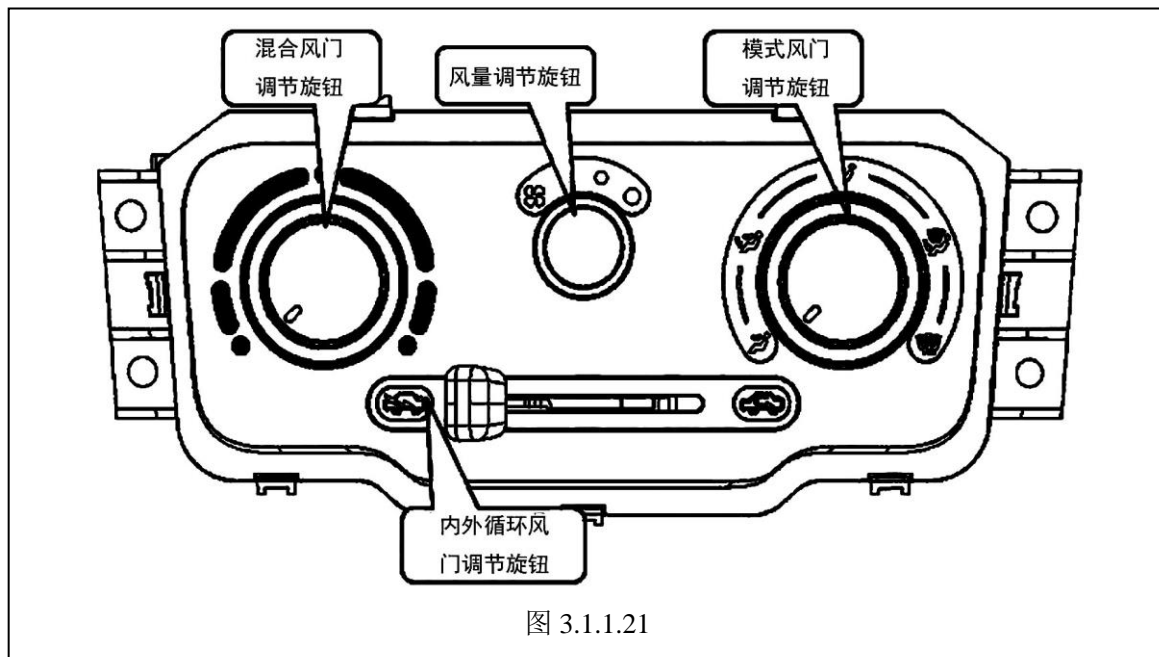

图 3.1.1.21
d. 空调系统（如图 3.1.1.20）
1) 空调控制面板（如图 3.1.1.21）